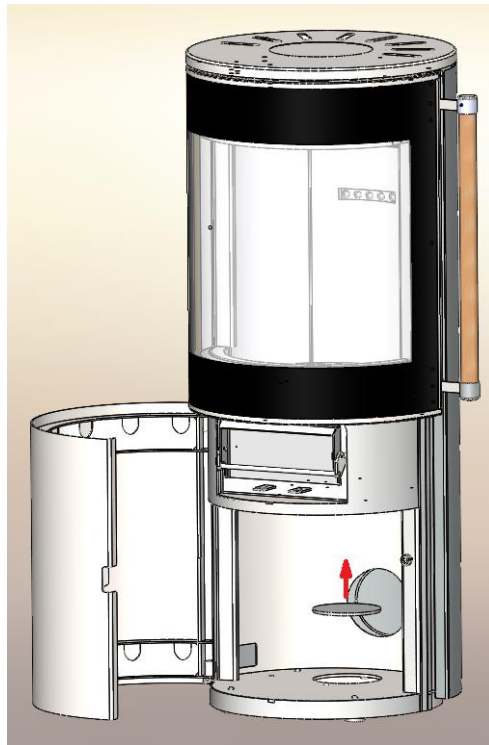

Figure 3 Découpe de micro-ouvertures pour l'arrivée d'air extérieur à l'arrière / en bas
4. Figure 3 Découpe de micro-ouvertures pour l'arrivée d'air extérieur à l'arrière / en bas	Page 7